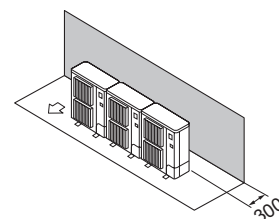

Fig. 2-12
- ① Alleen obstakels aan de achterzijde (Fig. 2-12)